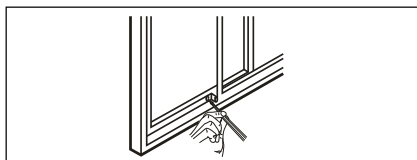

Fig. 22
7. Fäst skjutbågen genom att fästa den högra vinkelbågsspärren med 1/2-tums (12,7 mm) skruv enligt bilden (Fig. 22).